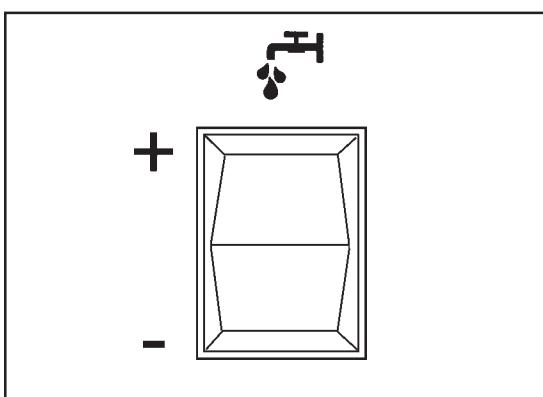
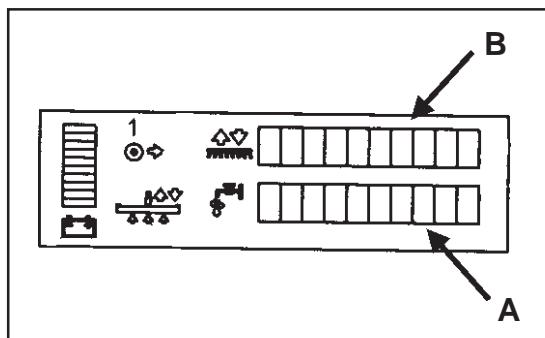
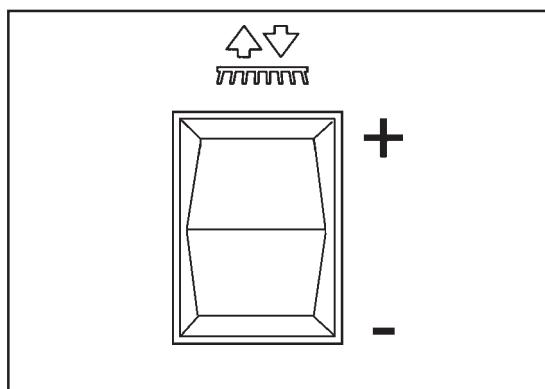

Figure 20
Figure 21
Figure 22
The solution is used to loosen and remove dirt from the floor. The amount of solution applied can be adjusted to five different levels to accommodate many different floor conditions. These different levels are shown on the LCD display on the front of the machine. To adjust the amount of solution applied, use the Solution Flow Switch (figure 20). **NOTE: There are five different settings on the display and they come on two bars at a time. See figure 21, A.**
1. Press the “+” side of the switch (figure 20).
1. Press the “-“ side of the switch (figure 20).
The brushes are used to supply agitation for the solution, which improves the cleaning process. The amount of brush pressure applied can be adjusted to five different levels to accommodate many different floor conditions. These different levels are shown on the LCD display on the front of the machine (figure 21, B). To adjust the amount of brush pressure, use the brush up/down switch (figure 22).
1. Press the “+” side of the switch (figure 22).
1. Press the “-“ side of the switch (figure 22).
La solution est utilisée pour désincrustier et pour retirer la saleté du sol. La quantité de solution appliquée peut être réglée sur cinq niveaux différents afin de s'adapter à tous les sols, quel que soit leur état. Ces différents niveaux sont indiqués sur l'afficheur LCD situé à l'avant de la machine. Pour régler la quantité de solution appliquée, utilisez le commutateur de réglage du débit (figure 20). **REMARQUE : Cinq réglages différents sont proposés par l'afficheur. Voir la figure 21, A.**
1. Appuyez sur le côté « + » du commutateur (figure 20).
1. Appuyez sur le côté « - » du commutateur (figure 20).
Les brosses sont utilisées pour assurer l'agitation de la solution, ce qui améliore le processus de nettoyage. L'importance de la pression appliquée peut être réglée sur cinq niveaux différents afin de s'adapter à tous les sols, quel que soit leur état. Ces différents niveaux sont indiqués sur l'afficheur LCD situé à l'avant de la machine (figure 21B). Pour régler la pression d'applique sur les brosses, utilisez le commutateur des brosses (figure 22).
1. Appuyez sur le côté « + » du commutateur (figure 22).
1. Appuyez sur le côté « - » du commutateur (figure 22).
4. Fill the solution tank with clean water (see figure 22).
4. Remplissez le réservoir de solution d'eau propre (voir figure 22).